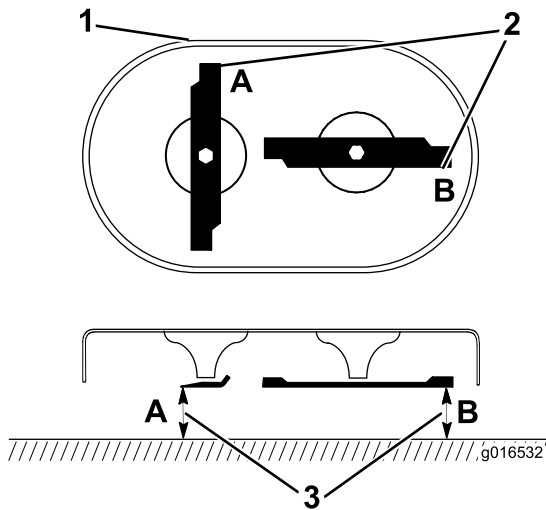

Figure 31
1. Faites tourner les lames jusqu'à ce qu'elles soient dans la position illustrée à la Figure 31.
2. Mesurez la distance entre une surface plane et le tranchant aux points A et B, (Figure 31), et notez les deux dimensions.